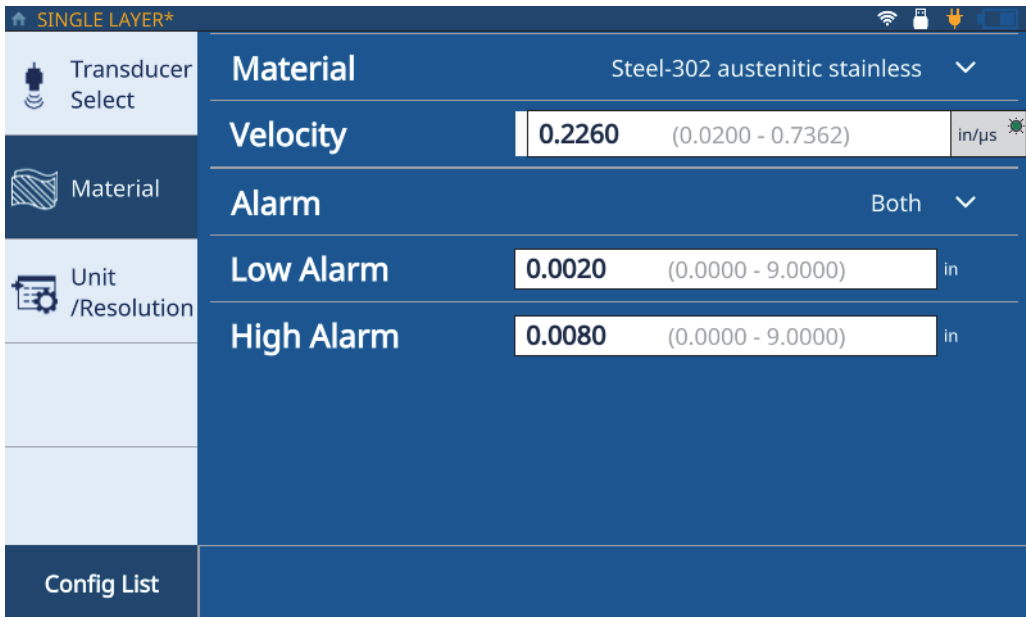

Figura 2-3 Pestaña de material de una sola capa (SINGLE LAYER)
8. Pulse la pestaña **Material** (ver Figura 2-3 en la página 17) y, después, seleccione su material a partir de la lista descendente. El medidor refrescará automáticamente la velocidad en el material seleccionado.